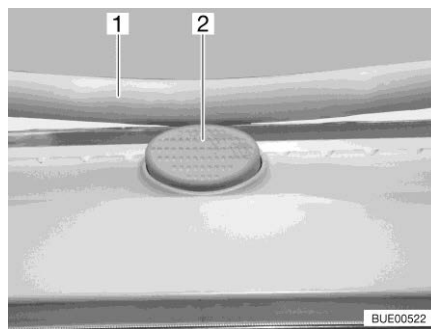

Fig. 119 Bottone di sicurezza (oblò Heki)
- Premere il bottone di sicurezza (Fig. 119,2) e tirare verso il basso la staffa (Fig. 119,1) con entrambe le mani.
- Premere la staffa verso l'alto con ambedue le mani, finché la staffa non poggia al di sopra del bottone di sicurezza (Fig. 119,2).